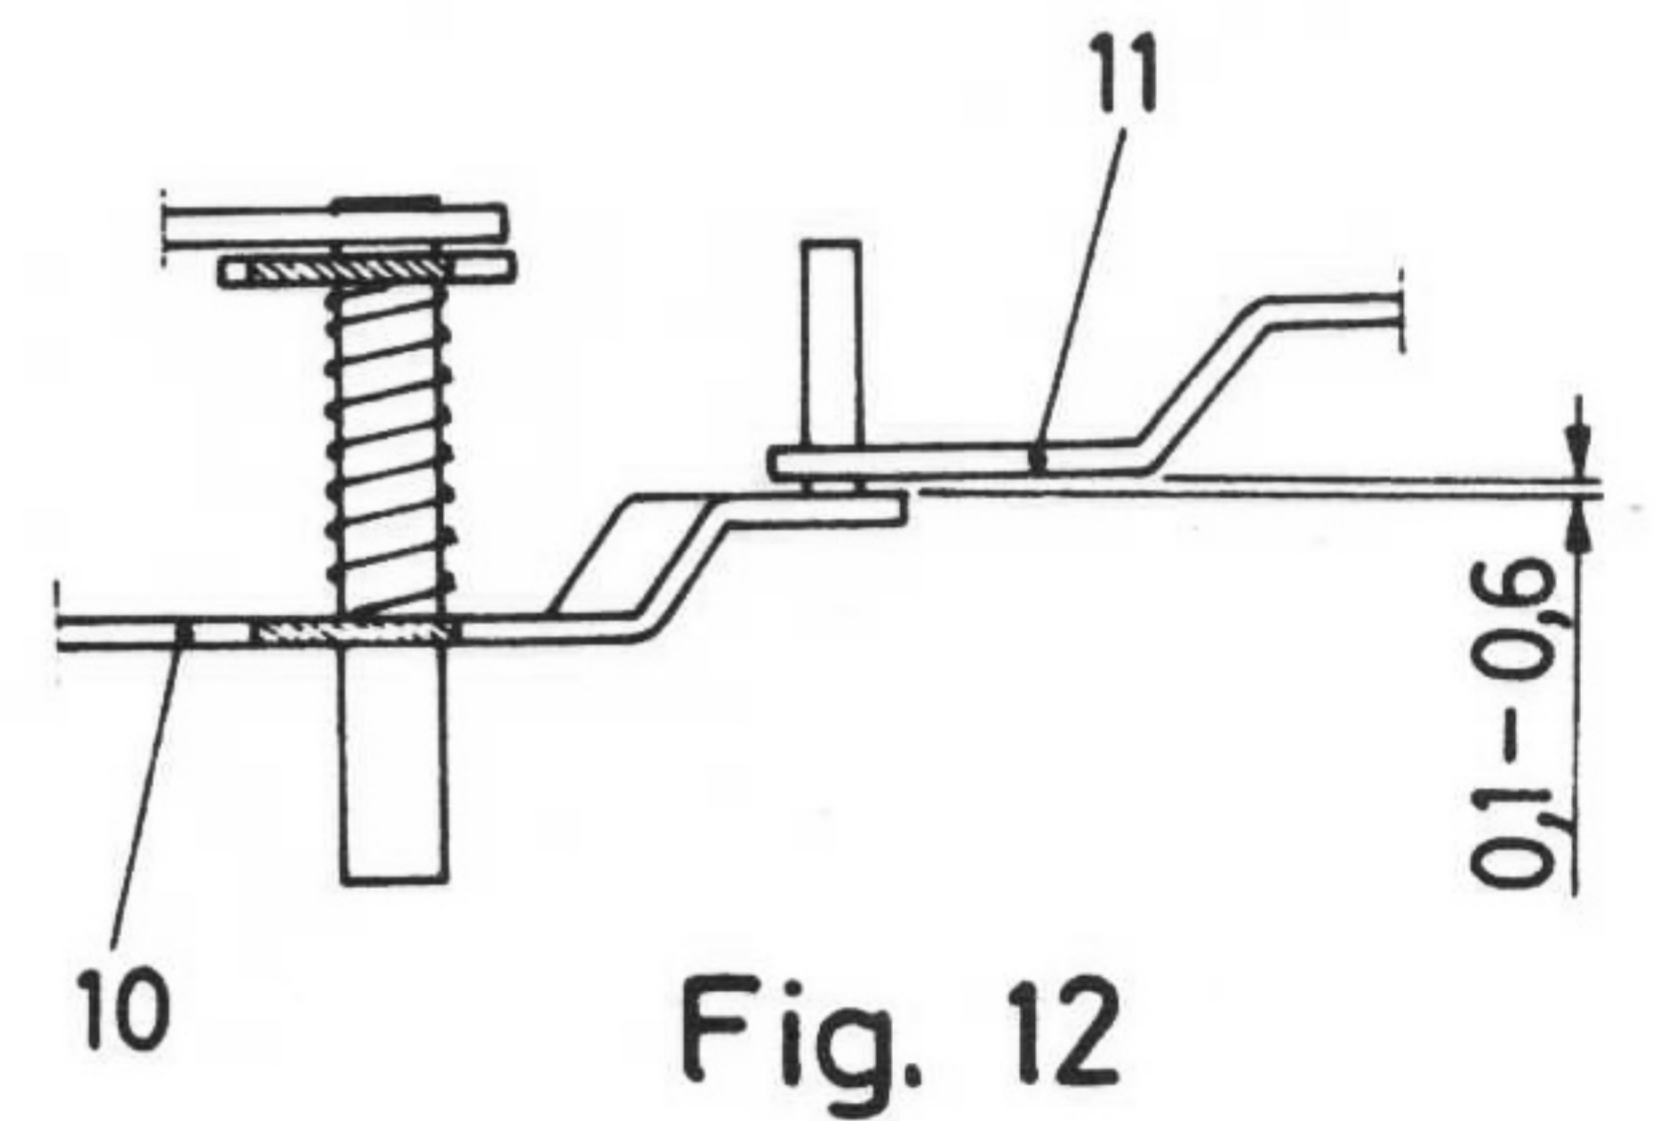

Fig. 12
6. Justering av spel mellan urkopplingsarm och start- och stopparm. Fig. 12.